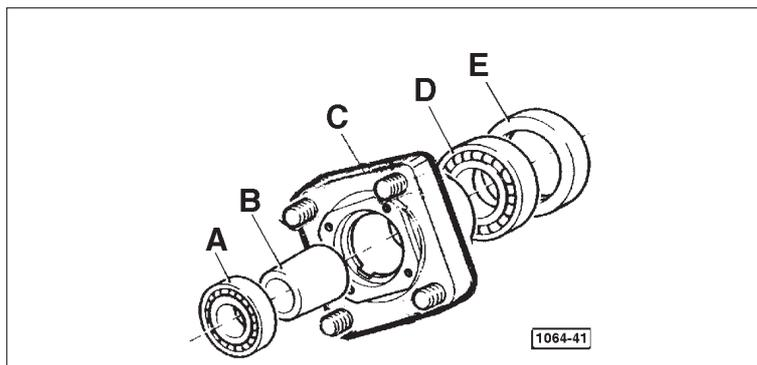

Fig. 19 - Éléments constitutifs du moyeu de roue.
- A l'aide de l'extracteur approprié, déposer le roulement à billes avant A, et la bague d'étanchéité B (Fig. 19).
- En faisant levier, sortir la bague d'étanchéité E, puis par l'intermédiaire d'un extracteur déposer le roulement à billes arrière D (Fig. 19).